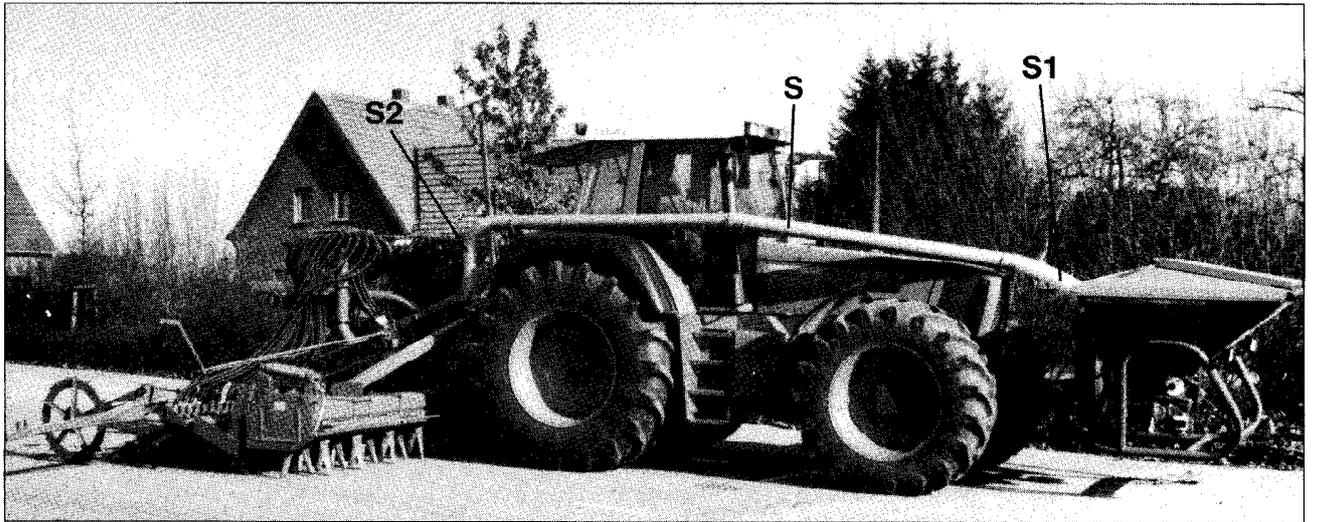
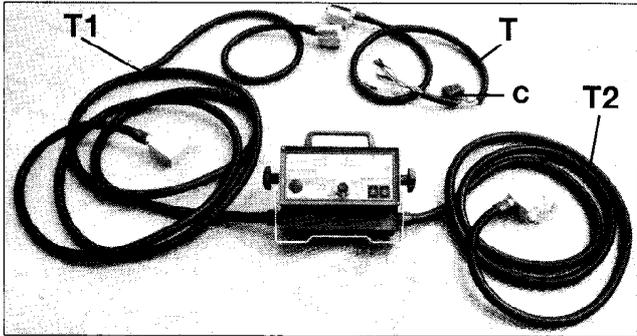

Fig. 1
Fig. 6
Förder-Spiralschläuche anschließen (S 1, Fig. 1; darauf achten, daß - Ausheben/ Absenken/Tankdeckel öffnen - möglich sind).
(Anpassen und Verlegen von Förderrohrleitungen (S, Fig. 1) und Kabelbaum (T, Fig. 6) am Schlepper siehe spezielle Montagehinweise; ebenso „Extrablatt“ für hydraulischen Gebläseantrieb.)
Förder-Spiralschläuche anschließen (S 2, Fig. 1; Aushub- und Arbeitsstellung beachten).
Kabelbaum / Drill-Control-Box (Fig. 6)
c) 4 Flachsicherungen im Versorgungskabelbaum (c, Fig. 6): 30A/ 15A/ 15A/ 15A